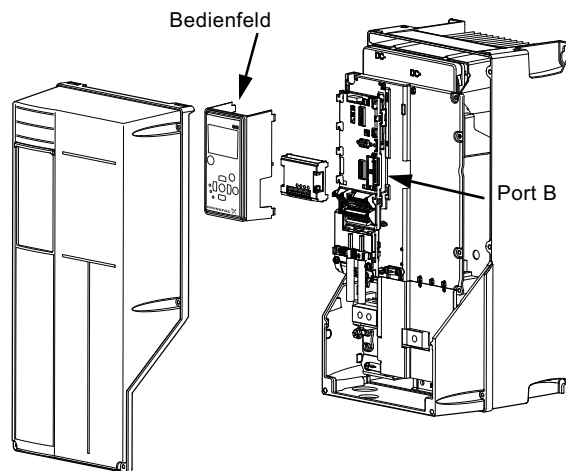

Abb. 4 Gehäuse A5, B1, B2, B4, C1, C2, C3, C4, D1 und D2
2. Die Frontplatte und das Bedienfeld vom CUE-Frequenzumrichter abnehmen. Siehe Abb. 4.